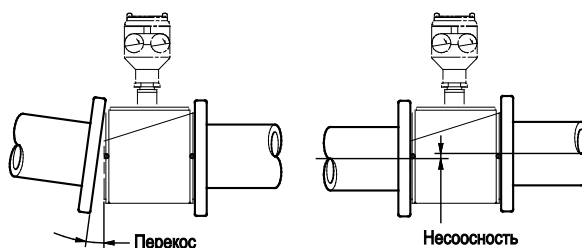

Рисунок 3.2.2 Монтаж расходомера на трубе с наклоном и несоосностью
- (1) Перед монтажом расходомера убедитесь в отсутствии наклона и несоосности трубопровода, а также в отсутствии любых зазоров, которые могут существовать между монтируемыми фланцами (смотрите Рис. 3.2.2).